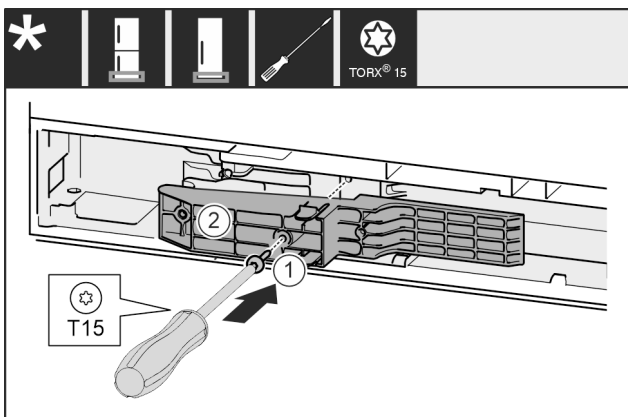

Fig. 67\*
- ▶ Adapterstück Fig. 67 (1) auf der Griffseite in die Aussparung einsetzen.\*
- ▶ Schraube Fig. 67 (2) mit Schraubendreher festschrauben.\*